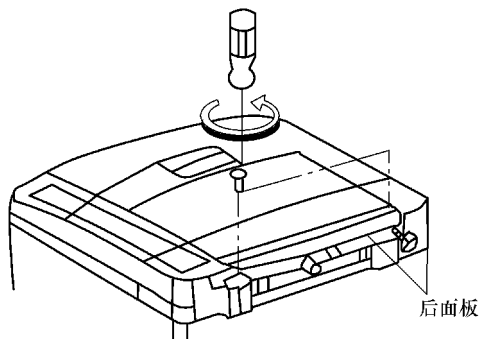

图 3-24 拆卸后面板方法
- 1) 用十字螺钉旋具卸掉后面的两颗面板固定螺钉即可拆除后面板,如图 3-24 所示。